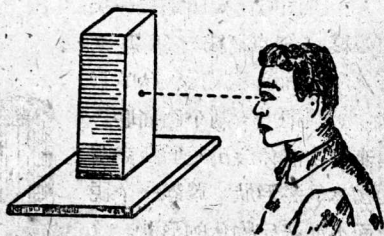

图 2-9 观察物体时的视线方向
(1) 图面的构成：当我们观察物体的时候，因为站的位置和方向不同，对物体观察所得的形状印象也不同。工程图上所表示的物体形状，是观察者正对着（垂直方向）物体各个不同的方面，逐面直观分别画出来的（图2-9）。所以说工程图面是由几个视图图形构成的。